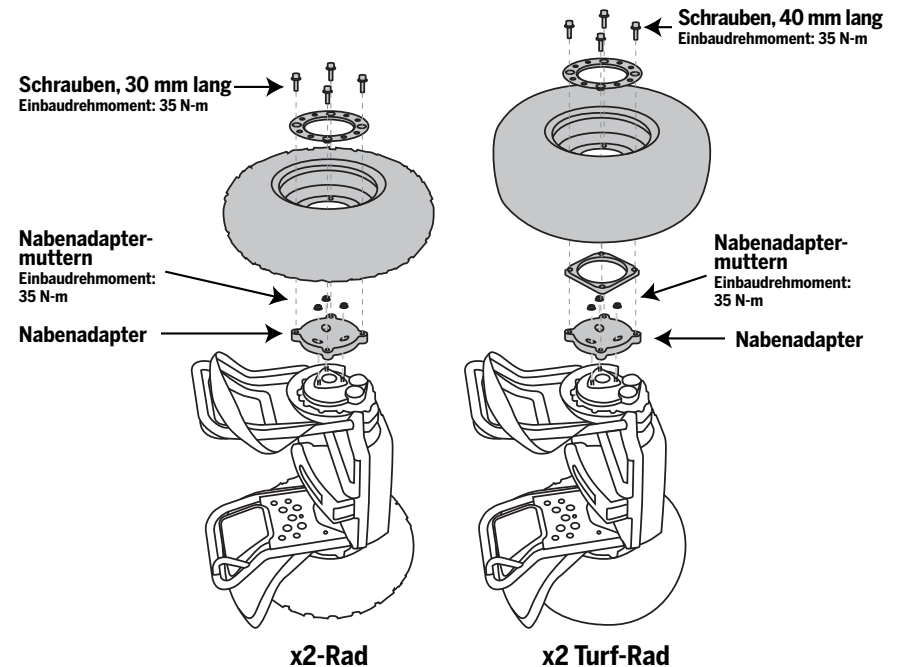

Abbildung 2. Nabenadapter aus- oder einbauen
3. Entfernen Sie die (3) Muttern mit einem 13-mm-Inbusschlüssel. Halten Sie dabei das Rad fest; es darf sich nicht drehen. Siehe Abbildung 2.
5. Entfernen Sie die (4) Schrauben, mit denen der Nabenadapter am Rad befestigt ist, mit einem 8-mm-Inbusschlüssel.
7. Wiedereinbau des Nabenadapters: Legen Sie das Rad mit nach außen zeigendem Ventilschaft über den Nabenadapter. Für x2 Turf: Legen Sie den Distanzhalter über den Nabenadapter und legen Sie dann das Rad über den Distanzhalter. Siehe Abbildung 2.
8. Legen Sie die Verkleidung über das Rad. Drehen Sie (4) Schrauben durch die Verkleidung und das Rad in den Nabenadapter.
9. Legen Sie das Rad und den Nabenadapter über die 3 Gewindebolzen. Siehe Abbildung 2. Halten Sie das Rad gut fest, damit es sich nicht drehen kann, und drehen Sie die (3) Muttern auf die Gewindebolzen auf. Ziehen Sie die Muttern mit einem 13-mm-Steckschlüssel auf 35 N-m an.